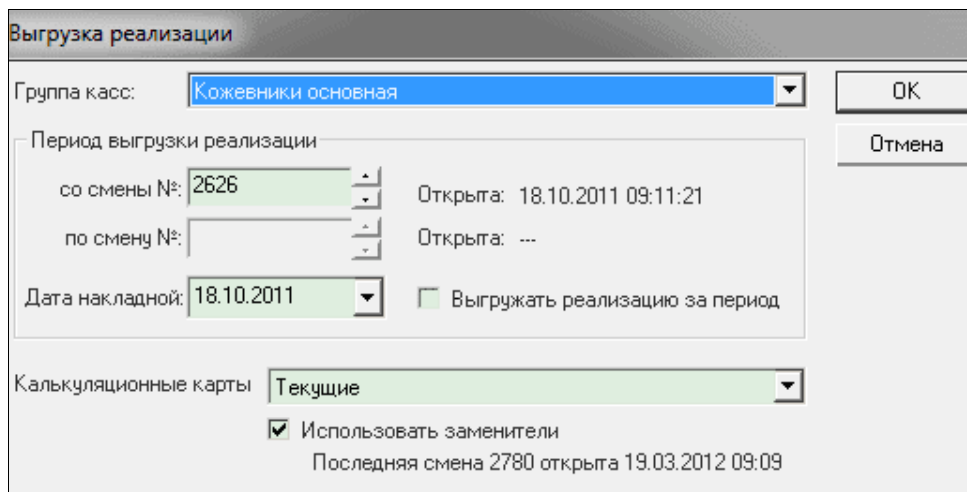

Рис. 9.23.
2. задать номер смены или диапазон смен, дату калькуляционных карт, дату накладной и версию калькуляционных карт (см. рис. 9.23.); можно использовать опцию «Использовать заменители»;